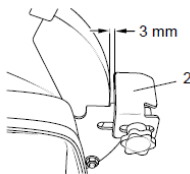

Рис.2 Регулировка упора
7.4. Проверить зазор между упором и поверхностью абразивного круга, он не должен превышать 3мм, см.рис.2